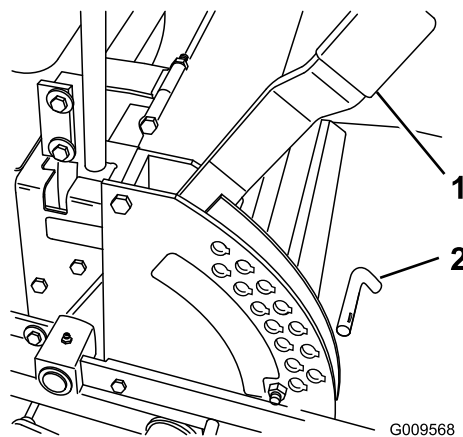

Figure 28
1. Élevez le levier de sélection de hauteur de coupe en position de TRANSPORT (qui correspond aussi à la hauteur de coupe de 127 mm [5 po]) (Figure 28).
2. Pour changer la hauteur de coupe, retirez l'axe du support de hauteur de coupe (**Figure 28**).
3. Insérez l'axe dans le trou du support correspondant à la hauteur de coupe voulue (**Figure 28**).